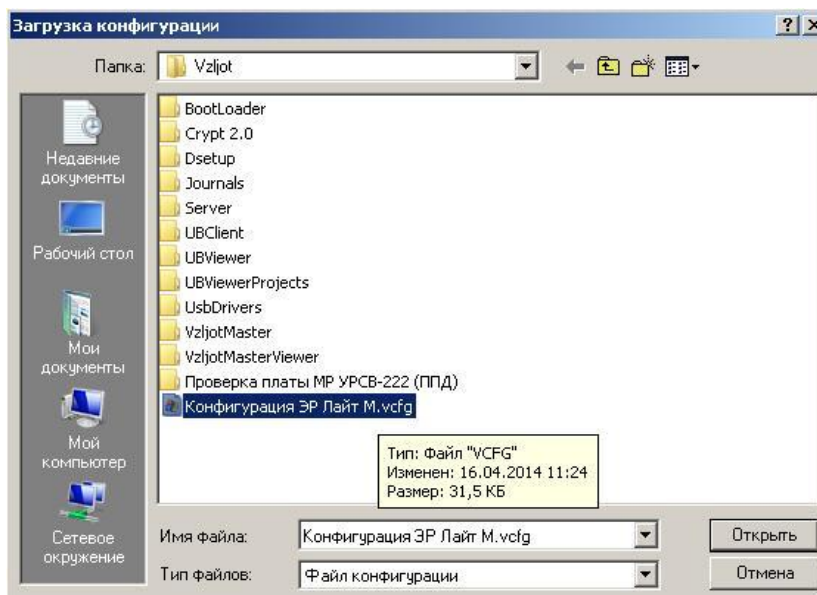

Рис.29. Окно «Загрузка конфигурации»
- в программе «Универсальный просмотрщик» выбрать пункт «Проект» / «Конфигурация» / «Загрузить конфигурацию» и выбрать файл конфигурации для загрузки (рис.29):